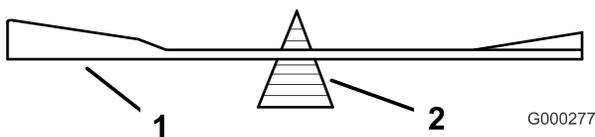
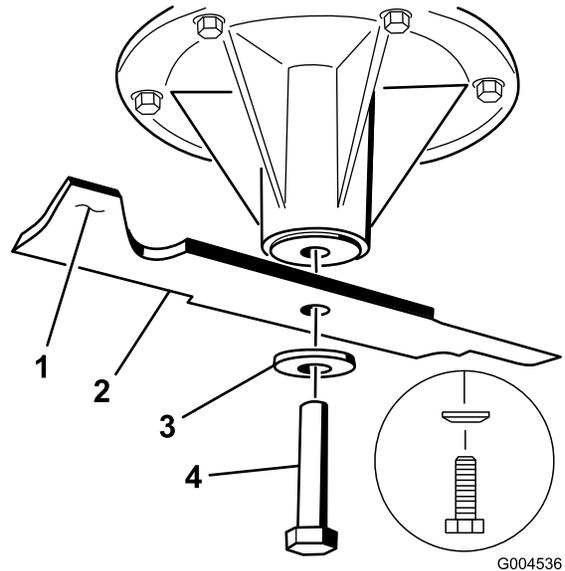

Figura 87
Figura 88
2. Togliete il bullone, la rondella curva e la lama dall'asse del fusello (Figura 88).
2. Controllate l'equilibrio della lama posizionandola su un bilanciatore (Figura 87). Se la lama rimane in posizione orizzontale, è bilanciata e pronta all'uso. Se la lama non è bilanciata, limate del metallo soltanto dalla costa (Figura 88). Ripetete la procedura finché la lama non è perfettamente bilanciata.
1. Montate la lama sull'asse del fusello (Figura 88).
2. Montate la rondella curva e il bullone della lama. La parte sporgente della rondella curva deve essere rivolta in verso la testa del bullone (Figura 88).